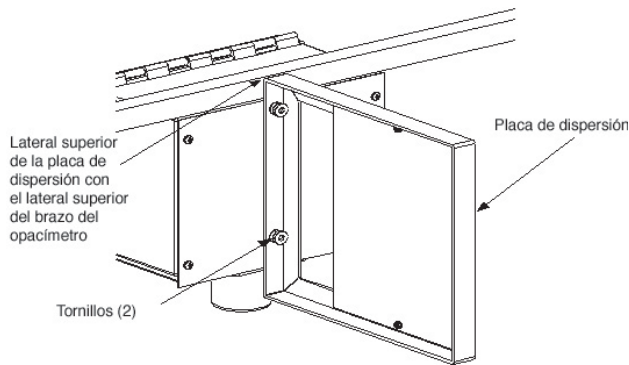

Figura 4.1-2 Instalación de la placa de dispersión
2. Instalar la Placa de Dispersión en los remaches de la parte trasera de la Caja de Intemperie Principal utilizando las tuercas manuales incluidas con el Dispositivo de Calibración 73160, como se muestra en la Figura 4.1-2. Nótese la orientación de la Placa de Dispersión. La Placa se instala con el agujero de montaje circular de 1/4 pulgada del remache superior y la ranura 1/4 pulgada del remache inferior. Cuando esté instalada correctamente, la parte superior de la bandeja estará alineada con la parte superior del brazo cruzado del sensor.